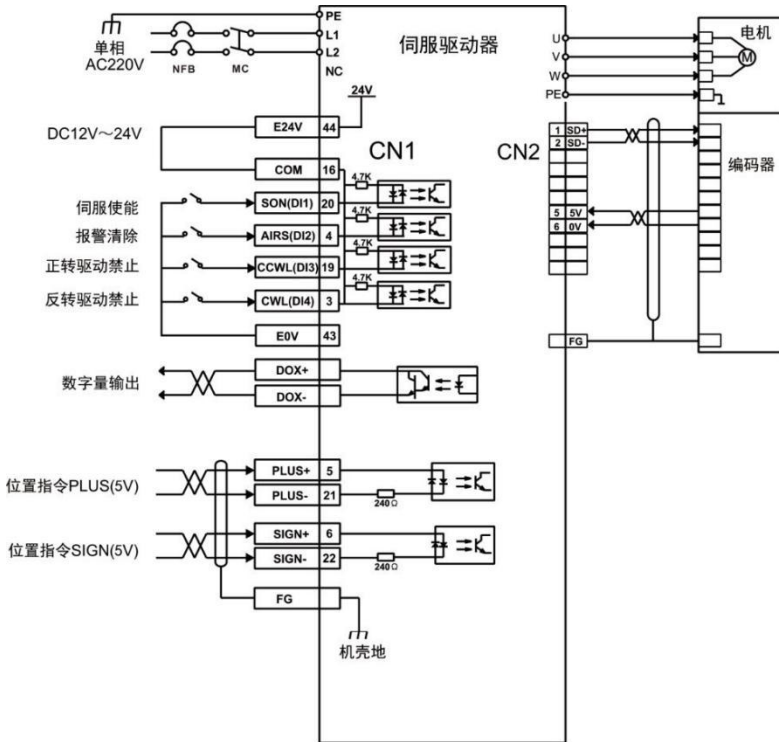

图5.2 位置模式接线图
- 3) 参考图5.2配线说明连接CN1端子中的脉冲方向输入和脉冲指令输入以及所需的DI/DO信号，如同服使能，报警清除，定位完成信号等。